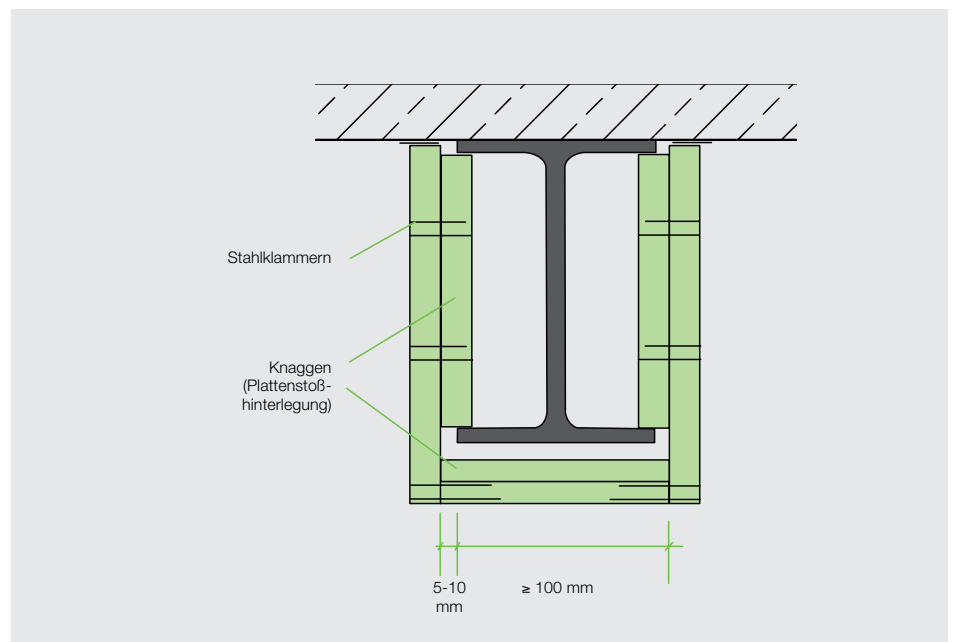

Abb. 9: Bekleidung von Stahlträgern, einlagig
3. An Stößen Knaggen nach Abb. 9 zur Hinterlegung eingebracht	○
5. Wenn zweilagige Bekleidung, dann keine Hinterlegung, wenn Versatz der Verkleidung mind. 20 cm (Abb. 9)	○